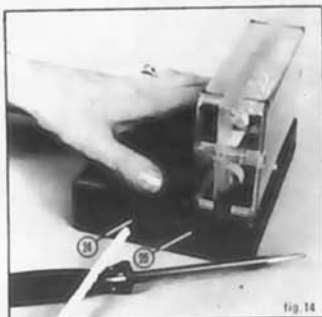

fig 14
- Soufflez dans le trou situé sur le côté du lecteur (fig.14 - rep.24) pour chasser par l'autre côté la poussière amalgamée.